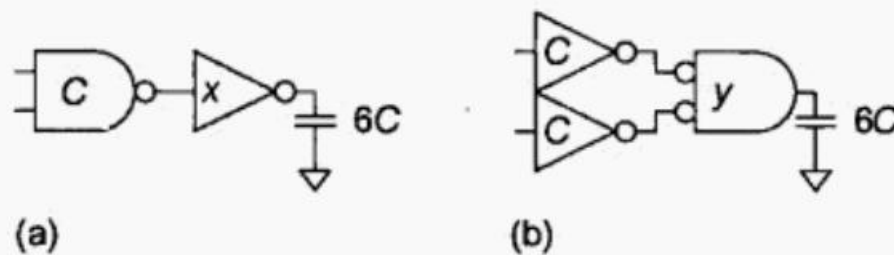

图 4.39 两输入与门
4.10 考虑图 4.39 中两种方式设计的两输入与门。定性判断哪种设计将更快些。计算出达到这一延时的路径努力、延时以及 x 和 y 的输入电容，以此来支持你的判断。